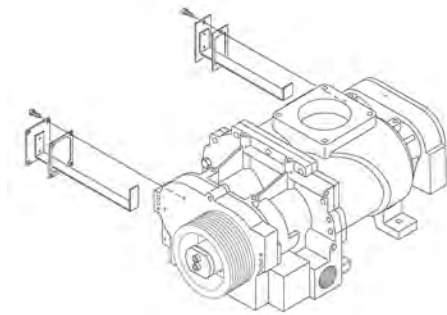

Рис. 58: Выталкиватель для типа 31 – 55
- 6.** ➤ Тип 31 – 55: При помощи встроенного выталкивателя (Рис. 58) можно удалить консистентную смазку, находящуюся в области подшипников.